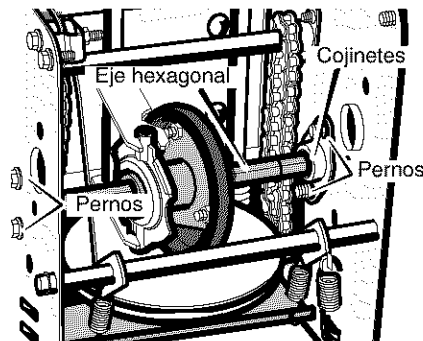

Figura 74
8. Quite los cuatro **pernos** que retienen los **cojinetes** a cada lado del **eje hexagonal** (consulte la Figura 74).